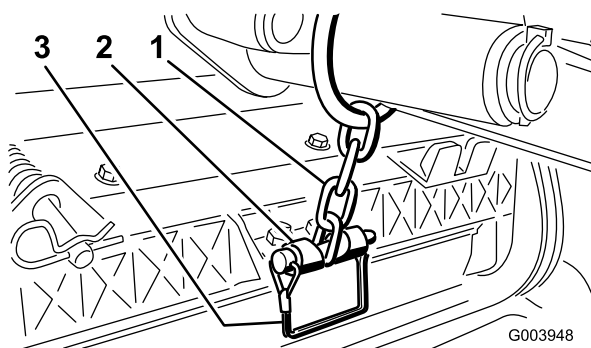

Figura 13
12. Fissate la catena del braccio di sollevamento alla staffa della catena, usando il perno di ritenuta (Figura 13). Utilizzate il numero di maglie della catena riportato nel *Manuale dell'operatore* degli elementi di taglio.